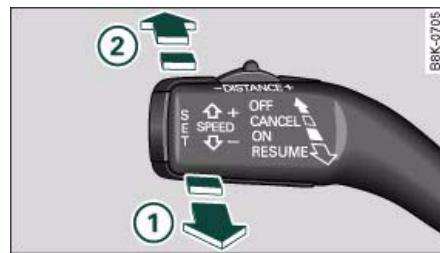

Fig. 110 Palanca de mando: Activar y desactivar el sistema
- Desplace la palanca de mando hasta la posición ① ⇒ fig. 110 para activar el sistema.
- Desplace la palanca de mando hasta la posición ② (encastada) para desactivar el sistema. ■